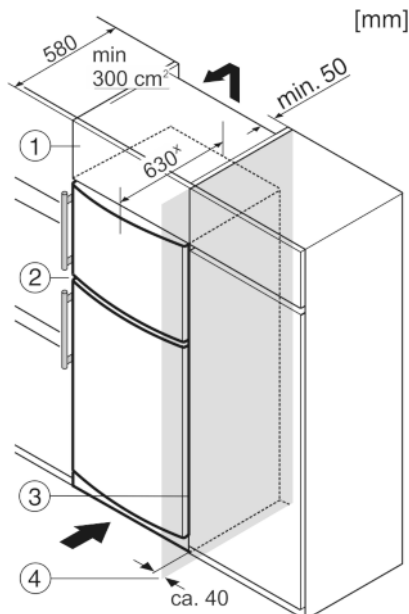

Fig. 10
- (1) Mobile da appoggio
- (2) Apparecchio
- (3) Mobile da cucina
- (4) Parete
L'apparecchio può essere incassato in mobili da cucina. Per adattare l'apparecchio Fig. 10 (2) all'altezza della cucina componibile, è possibile applicare sopra l'apparecchio un mobile da appoggio Fig. 10 (1).
Si la cocina posee armarios (profundidad máx. 580 mm), el aparato se puede colocar directamente junto al armario de cocina Fig. 10 (3). El aparato sobresale 34 mm x por los lados y 50 mm x en el centro del aparato respecto al frente del armario de cocina.
Se l'apparecchio con cerniere viene installato accanto ad una parete Fig. 10 (4), la distanza minima fra l'apparecchio e la parete deve essere almeno di 40 mm, che corrisponde alla sporgenza della maniglia con la porta aperta.